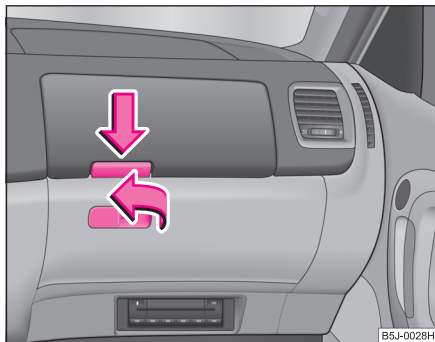

Abb. 69 Schalttafel:
- Ziehen bzw. drücken Sie den Griff des Deckels in Pfeilrichtung ⇒ Abb. 69 und klappen Sie den Deckel auf.